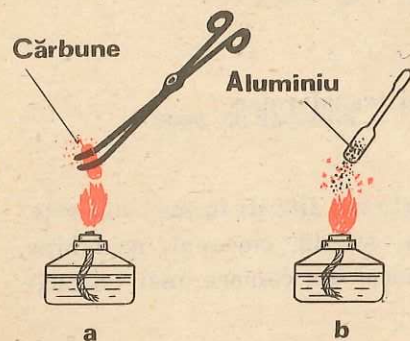

Fig. 1.1.
- Luați, cu un clește, o bucată de cărbune și încălziți-o în flacără (fig. 1.1, a).
- Presărați pilitură de aluminiu în flacăra unei spirtiere (fig. 1.1, b) și urmăriți ce transformări au loc.